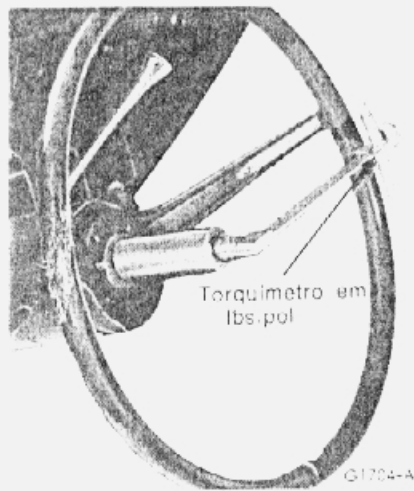

fig. 2 — pré-carga do mecanismo da direção
5. Instalar um torquímetro em lbs. pol. na porca do volante (fig. 2). Tomar a leitura do torque necessário para manter o volante em movimento. Se a leitura obtida não for a especificada, ajustar conforme indicado no item seguinte.